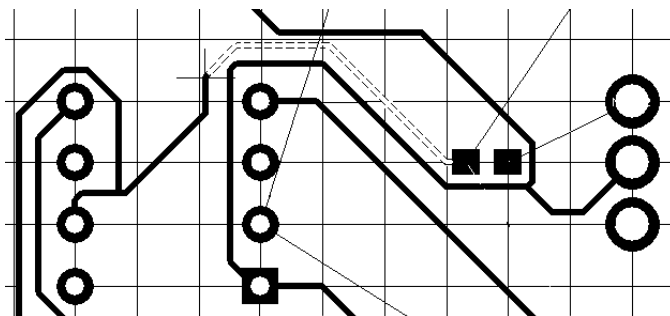

Рис. 6.13. Прокладка участка трассы в режиме "тонкой" (Smart) интерактивной трассировки
2. Сегменты трассы от начальной точки до текущего положения курсора выполняются со сплошной заливкой. От текущего положения курсора до контакта ближайшего по ходу электрической связи компонента тянется цепочка штриховых сегментов (рис. 6.13).
3. Способ разрешения конфликтов, как и в стандартной интерактивной трассировке, выбирается комбинацией "горячих" клавиш <Shift>+<R>. В отличие от стандартной, в Smart-трассировке доступен способ разрешения конфликтов обходом вокруг препятствий (см. рис. 6.13). При этом соблюдаются правила проектирования: обходной участок трассы прокладывается только, если ширина прохода достаточна для размещения проводника с соблюдением установленных зазоров.